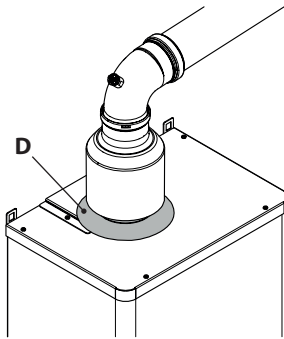

Figura 5.78
- Completare l'installazione, spingendo in posizione il copri foro **D** (Figura 5.78).